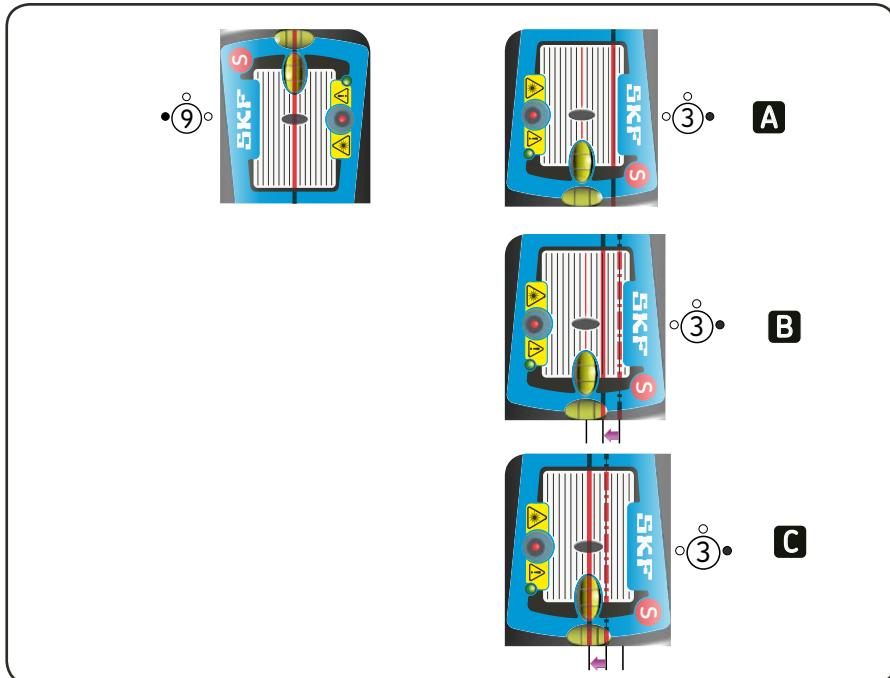

Fig. 13. Pré-alinhamento
- d) Se o alinhamento horizontal for muito pobre, as linhas do laser podem mover-se para fora das áreas dos detectores. Se isto acontecer, terá que ser feito um pré-alinhamento menos preciso. Para tal, dirija as linhas do laser na direcção dos detectores de posição de 9 horas. Rode as unidades de medição para a posição de 3 horas quando as linhas atingirem pontos situados fora da área dos detectores. Ajuste as linhas para a posição a meia-distância entre o centro do detector e a posição actual através do mecanismo de ajuste, como se indica na fig. 13. Alinhe a máquina Móvel até que as linhas atinjam o centro do detector de posição.